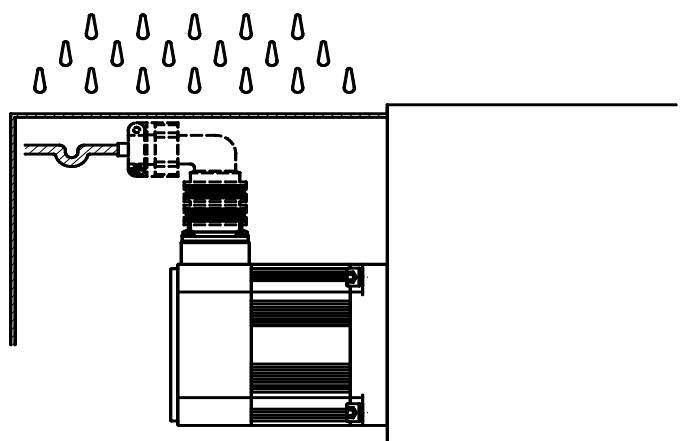

图 3
**10.4** 当由于所配置的机器结构的关系，难以避免要求电动机接插件侧朝上时，请务必采取相应的防护措施（见图 3）。